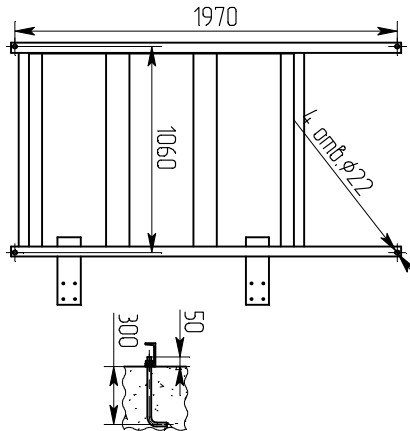

Рисунок 1 - План фундамента
6.2 Монтаж модуля дозирования проводить согласно монтажному проекту водопенной системы пожаротушения, а также рис.1 и приложению А.
6.2.2 Установить модуль дозирования 1 на подготовленную выровненную площадку при помощи фундаментных болтов, гаек, шайб (рис.1). Отклонение от вертикали более 1,5 мм не допускается.